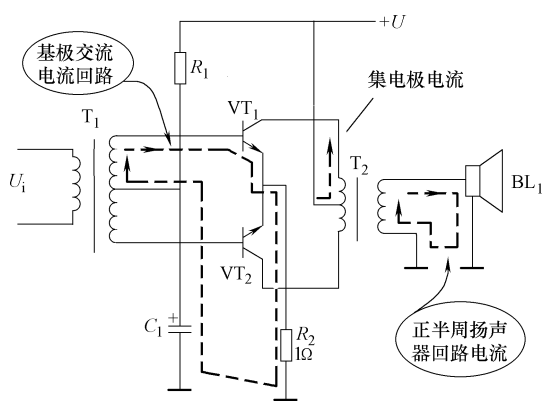

图 11-60 VT1管导通放大时信号电流回路示意图
5)  $VT_1$  管导通放大过程。图 11-60 所示是  $VT_1$  管导通放大时信号电流回路示意图, 正半周信号电流在  $VT_1$  管基极回路流过, 这时  $VT_1$  管集电极电流流过输出变压器抽头以上一次绕组, 在  $T_2$  二次回路输出信号电流, 这一电流流过扬声器  $BL_1$ , 使  $BL_1$  发声。